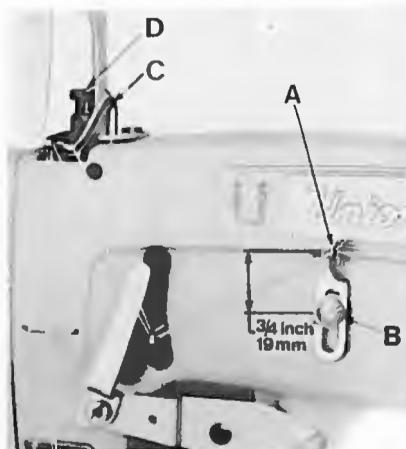

Fig.30
Set the needle thread frame eyelet hole (A, Fig. 30) 19 mm = 3/4 inch above the center of mounting screw (B, Fig. 30). Lower it for more needle thread, raise it for less needle thread in the stitch. Set the needle thread take-up wire (C, Fig. 30) as low as possible. Raising the take-up wire increases the needle thread loop.
Insert a ply of fabric between upper and lower puller roller. Loosen screw (S, Fig. 30 C) then set the puller presser bar collar (A, Fig. 30 A) by means of adjusting screw (B, Fig. 30 A) so, that the distance (J, Fig. 30 A) between screw (K, Fig. 30 A) and hand lever (H, Fig. 30 A) is 0,2 - 0,5 mm (.008 - .020 inch), at the same time the upper puller roller must rest upon fabric. Secure screw (B, Fig. 30 A) with nut (C, Fig. 30 A). Retighten screw (S, Fig. 30 C).
Set the presser bar connection and guide (L, Fig. 30 A) so that puller roller and presser foot are lifted simultaneously when actuating the presser foot lifter lever and the presser foot is resting on the throat plate.
Stellen Sie die Nadelfadenführung am Gehäuse (A, Fig. 30) 19 mm hoch zur Mitte der Befestigungsschraube (B, Fig. 30) ein. Wird die Fadenführung tiefer gestellt bekommen Sie mehr Nadelfäden in die Naht. Durch Höherstellen erreichen Sie das Gegenteil. Stellen Sie den Nadelfadenabzug (C, Fig. 30) so tief wie möglich. Wird der Nadelfadenabzugsbügel nach oben verstellt, wird die rechte Nadelfadenschlinge größer.
Legen Sie eine Lage Stoff zwischen die obere und untere Pullerrolle. Lösen Sie die Schraube (S, Fig. 30 C) dann stellen Sie den Mitnehmer (A, Fig. 30 A) mit der Stellschraube (B, Fig. 30 A) so ein, daß der Abstand (J, Fig. 30 A) zwischen Schraube (K, Fig. 30 A) und dem Handhebel (H, Fig. 30 A) 0,2 - 0,5 mm beträgt, dabei muß die obere Pullerrolle auf dem Stoff aufliegen. Stellen Sie mit der Mutter (C, Fig. 30 A) die Schraube (B, Fig. 30 A) fest. Ziehen Sie die Schraube (S, Fig. 30 C) wieder an.
Die Drückerfußverbindung und Führung (L, Fig. 30 A) muß so gestellt werden, daß beim Betätigen des Drückerfuß-Lifterhebels Drückerfuß und Pullerrolle gleichzeitig angehoben werden, wenn der Drückerfuß auf der Stichplatte aufliegt.
Insert a ply of fabric between upper and lower puller roller. Loosen screw (S, Fig. 30 C), set the puller presser bar collar (A, Fig. 30 A) by means of adjusting screw (B, Fig. 30 A) so, that the distance (J, Fig. 30 A) between screw (K, Fig. 30 A) and hand lever (H, Fig. 30 A) is 0,2 - 0,5 mm (.008 - .020 inch), at the same time the upper roller must rest upon fabric. Secure screw (B, Fig. 30 A) with nut (C, Fig. 30 A). Retighten screw (C, Fig. 30 C). Set link (E, Fig. 30 A) by changing the length of the tractor cable (R, Fig. 30 B) so that the distance (G, Fig. 30 A) between link (E, Fig. 30 A) and screw (F, Fig. 30 A) is 0,5 - 1 mm (.020 - .040 inch).
Now set presser bar connection and guide (L, Fig. 30 A) so that the distance (D, Fig. 30 A) between link (M, Fig. 30 A) and screw (P, Fig. 30 A) is 0,5 - 1 mm (.020 - .040 inch) when the presser foot is resting on the throat plate.
For making this adjustment turn the handwheel in operating direction until the needle bar is in its lowest position and loosen screw (Q, Fig. 30 A). Then, while holding the presser foot down on the throat plate surface, pry up the presser bar connection and guide (L, Fig. 30 A) with a screwdriver to obtain the required setting. Retighten screw (Q, Fig. 30 A).
The presser foot must rest on the throat plate, when the upper puller roller is lifted with the hand lever (H, Fig. 30 A).
Legen Sie eine Lage Stoff zwischen die obere und untere Pullerrolle. Lösen Sie die Schraube (S, Fig. 30 C), dann stellen Sie den Mitnehmer (A, Fig. 30 A) mit der Stellschraube (B, Fig. 30 A) so ein, daß der Abstand (J, Fig. 30 A) zwischen Schraube (K, Fig. 30 A) und Handhebel (H, Fig. 30 A) 0,2 - 0,5 mm beträgt, dabei muß die obere Pullerrolle auf dem Stoff aufliegen. Stellen Sie mit der Mutter (C, Fig. 30 A) die Schraube (B, Fig. 30 A) fest. Ziehen Sie die Schraube (S, Fig. 30 C) wieder an. Die Lasche (E, Fig. 30 A) wird durch Veränderung der Länge des Zugseils (R, Fig. 30 B) so eingestellt, daß der Abstand (G, Fig. 30 A) zwischen Lasche (E, Fig. 30 A) und Schraube (F, Fig. 30 A) 0,5 - 1 mm beträgt.
Die Drückerfußverbindung und Führung (L, Fig. 30 A) wird nun so eingestellt, daß bei auf der Stichplatte aufliegendem Drückerfuß, der Abstand (D, Fig. 30 A) zwischen Lasche (M, Fig. 30 A) und Schraube (P, Fig. 30 A) 0,5 - 1 mm beträgt.
Zum Einstellen drehen Sie das Handrad in Nährichtung, bis die Nadelstange in der untersten Stellung ist und lösen die Schraube (Q, Fig. 30 A). Während Sie nun den Drückerfuß auf die Stichplatte herunterdrücken, heben Sie mit einem Schraubendreher die Drückerfußverbindung und Führung (L, Fig. 30 A) in die gewünschte Stellung. Ziehen Sie die Schraube (Q, Fig. 30 A) wieder an.
Der Drückerfuß muß auf der Stichplatte aufsitzen, wenn die obere Pullerrolle mit dem Handhebel (H, Fig. 30 A) angehoben wird.
Regulate the presser spring regulating screw (D, Fig. 30) so that it exerts only enough pressure on the presser foot to feed the work uniformly. The regulating screw is located directly behind the needle bar in the head of the machine. The pressure exerted by the presser spring should be slightly more than the pressure exerted by the spring for the presser foot yielding section. Turning the regulating screw clockwise increases the pressure, counterclockwise decreases the pressure.
Stellen Sie die Drückerfuß-Regulierschraube (D, Fig. 30) so ein, daß gerade so viel Druck auf dem Drückerfuß ist, daß ein gleichmäßiger Transport gewährleistet wird. Die Regulierschraube ist direkt hinter der Nadelstange auf dem Maschinenarm. Der Druck den die Drückerfußfeder erzeugt, sollte gerade etwas größer sein als der Druck den die Feder für das Drückerfußseitenteil erzeugt. Drehen der Regulierschraube im Uhrzeigersinn verstärkt den Druck, drehen entgegen dem Uhrzeigersinn bewirkt das Gegen teil.
For adjusting puller roller motion loosen nut (A, Fig. 30 E). Turning screw (B, Fig. 30 E) clockwise decreases the puller roller motion, turning it counterclockwise increases the motion. Tighten nut (A) after making this adjustment.
The puller brake is adjusted in the factory. If it is necessary to readjust it, remove screw (A, Fig. 30 D), loosen nut (B, Fig. 30 D) and screw (E, Fig. 30 D) and set the puller brake by means of nut (C, Fig. 30 D) until the lever (D, Fig. 30 D) can be moved with a force of 25 N (5,5 lbf.). Retighten all screws and nuts after making this adjustment. Make sure that nut (C) does not turn while tightening nut (B).
Zum Einstellen des Pullertransportwegs lösen Sie die Mutter (A, Fig. 30 E). Drehen der Schraube (B, Fig. 30 E) im Uhrzeigersinn verkleinert den Pullertransportweg, drehen im Gegenuhzeigersinn vergrößert ihn. Ziehen Sie die Mutter (A) nach dieser Einstellung wieder an.
Die Pullerbremse wird im Werk eingestellt. Wird eine Neu-einstellung notwendig, entfernen Sie die Schraube (A, Fig. 30 D), lösen Sie die Mutter (B, Fig. 30 D) und die Schraube (E, Fig. 30 D) und stellen Sie mit der Mutter (C, Fig. 30 D) die Pullerbremse so ein, daß der Hebel (D, Fig. 30 D) mit einer Kraft von 25 N bewegt werden kann. Ziehen Sie nach dieser Einstellung alle Schrauben und Muttern wieder an. Beachten Sie beim Festziehen der Mutter (B) daß die Mutter (C) nicht mehr gedreht wird.